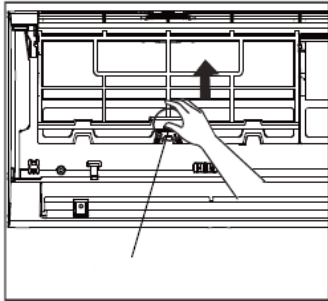
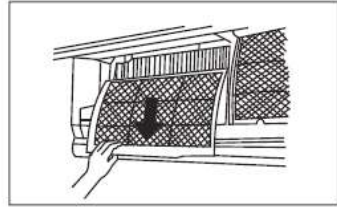

fig. 17 -
fig. 18 -
3. Retire los filtros empujando hacia arriba las pestañas centrales hasta que se liberen del retenedor y deslicelos hacia abajo ("fig. 17 -" e "fig. 18 -")